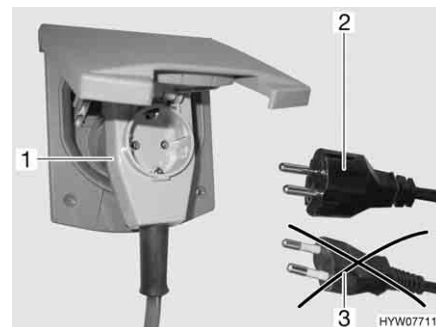

Fig. 136 Collegamento ad un connettore ad angolo provvisto di presa
- Se si impiega un connettore ad angolo CEE 17 provvisto di una presa integrata sulla parte posteriore (Fig. 136,1), utilizzare esclusivamente una spina IP 44 gommata e sigillata con contatto di terra (Fig. 136,2). Non utilizzare spine senza contatto di terra (Fig. 136,3). Pericolo di scarica elettrica!